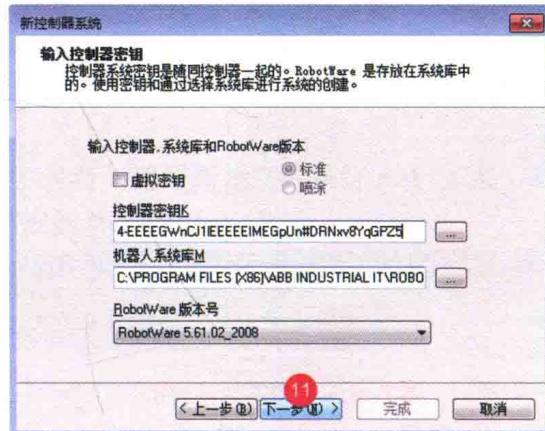

图 1-15 输入复制的密钥
⑨将复制的密钥粘贴在密钥栏中,单击“下一步”,如图 1-15 所示。